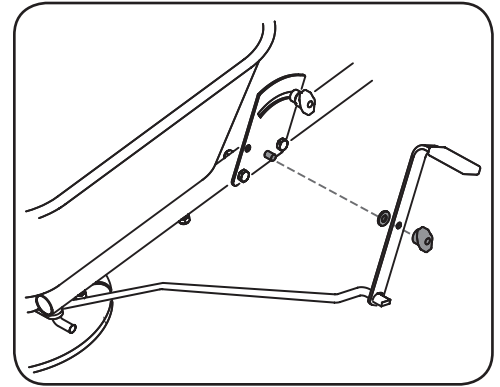

Figura 2-14
- Vuelva a sujetar la manija de control a la placa de control con la arandela y la tuerca de mariposa previamente desmontadas. Consulte la Figura 2-14.